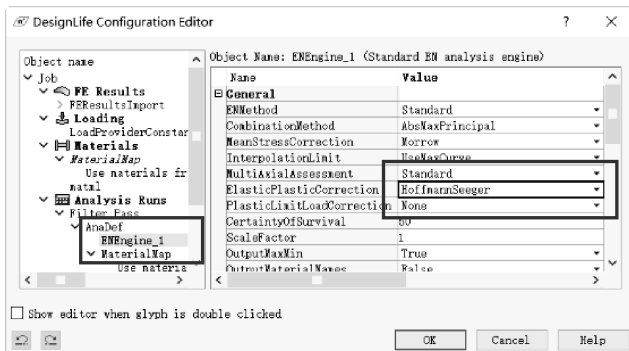

图 9-28 确认 Hoffmann Seeger 准则
- (4) 右键单击【StrainLife_Analysis】模块，从弹出的快捷菜单中选择【Advanced Edit...】→【Yes】→【Analysis Runs】→【ENEngine_1】→【Elastic Plastic Correction】= Hoffmann Seeger，其他为默认设置，单击【OK】关闭对话框，如图 9-28 所示。